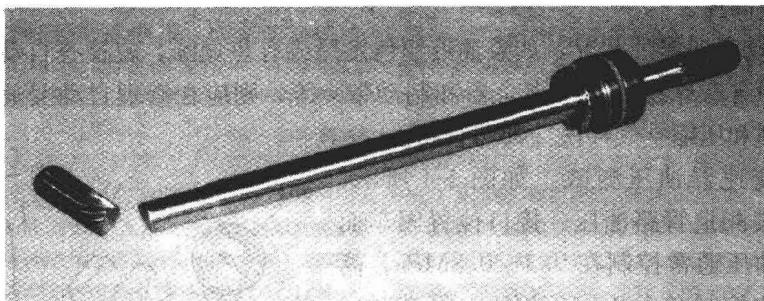
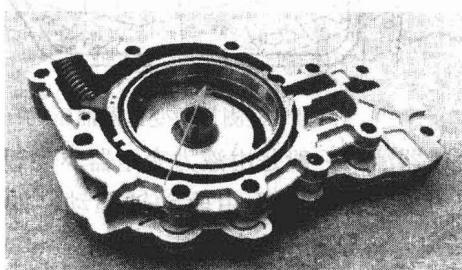
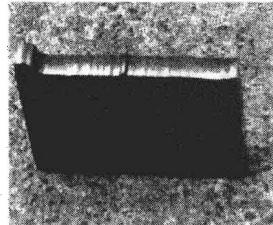

图 1-5 断裂的油泵驱动轴
图 1-6 磨损的叶片泵滑动套
图 1-7 磨损的叶片泵叶片
3) 故障诊断: 此车已行驶 170000km, 在行驶途中, 突然出现车辆不能行驶的故障, 随后拖至汽修厂修理。首先检查变速器油液面, 正常, 但油质不良, 判断已有很长里程没有更换变速器油了。用 TECI-12 检查电控系统, 没有故障记忆; 测量各数据也没有发现异常。连接油压表, 测量油压, 结果发现是 0, 踩下加速踏板, 提高发动机转速, 结果还是一点油压也没有。拆下油底壳, 拆下滤清器, 也没有完全堵死。于是决定拆下变速器, 重点检查油泵是否损坏。解体自动变速器, 首先发现油泵驱动轴从变矩器侧的端部断开, 剩下的一小截还在变矩器内。观察油泵轴断裂处花键部位有明显扭曲的现象, 实物如图 1-5 所示, 说明油泵驱动轴在断裂前承受较大的扭力, 还需进一步检查油泵。此变速器配用的是改进后的新型油泵, 共有三层结构, 把油泵的定位销冲出后, 解体油泵, 检查叶片及滑动套, 发现都有严重的磨损, 出现很深的沟槽, 实物如图 1-6 和图 1-7 所示。询问车主, 说此车在初始的 50000km 更换变速器油后, 又行驶了 120000km 没有更换过自动变速器油。因自动变速器油脏污、变质, 加上叶片泵对油质敏感, 叶片和滑动套间因严重磨损而发卡, 咬死在一起, 扭断油泵轴。更换油泵总成、油泵驱动轴和修理包后, 自动变速器恢复正常。